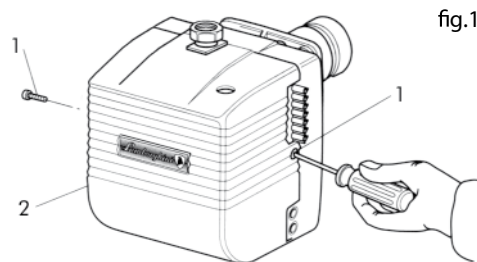

fig.1
É suficiente remover o painel de proteção (fig. 1) para alcançar todos os componentes principais.
- aflojar las vides 1 e tirar o painel de proteção (fig.1)